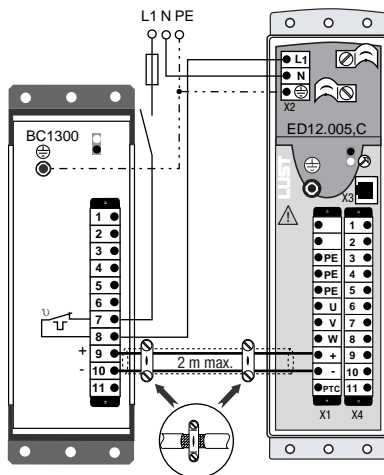

Bild 2.7 Anschlußbeispiel BC1300 mit ED12.005,C
- Zum im Bild 2.7 beschriebenen Anschlußbeispiel sind neben der vorliegenden ED1200 Betriebsanleitung auch die Betriebsanleitung des BC1300 und daraus ins Besondere die Sicherheitshinweise unbedingt zu beachten.